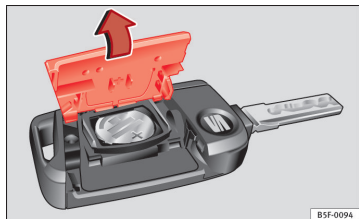

Fig. 46 Clé du véhicule : ouvrez le cache du logement des piles.
- Retirez le couvercle de la partie arrière de la clé du véhicule ⇒ fig. 46 dans le sens de la flèche ⇒ ①.
- Placez le couvercle comme indiqué ⇒ fig. 46, et appuyez-le sur le boîtier de la clé du véhicule dans le sens contraire de la flèche jusqu'à ce qu'il s'encastre.